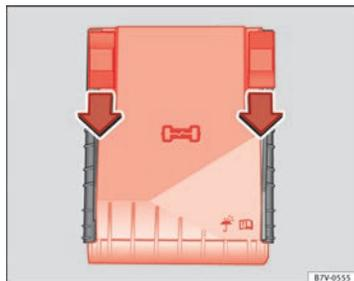

Fig. 202 En el vano motor: tapa de la caja de fusibles.
- Desplace las pestañas de bloqueo hacia delante, en el sentido que indica la flecha para desbloquear la tapa de la caja de fusibles ⇒ fig. 202.